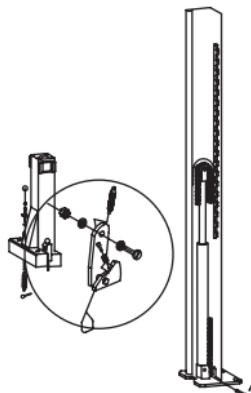

Рисунок 7 – Крепление каретки к цепи
13. Установите цилиндры. Опустите цилиндр в каждую каретку по центру опорной плиты. Убедитесь, что пятка на основании цилиндра вписалась в центральное отверстие опорной плиты. Наденьте цепь на шкивы на вершинах цилиндров (рис. 7).